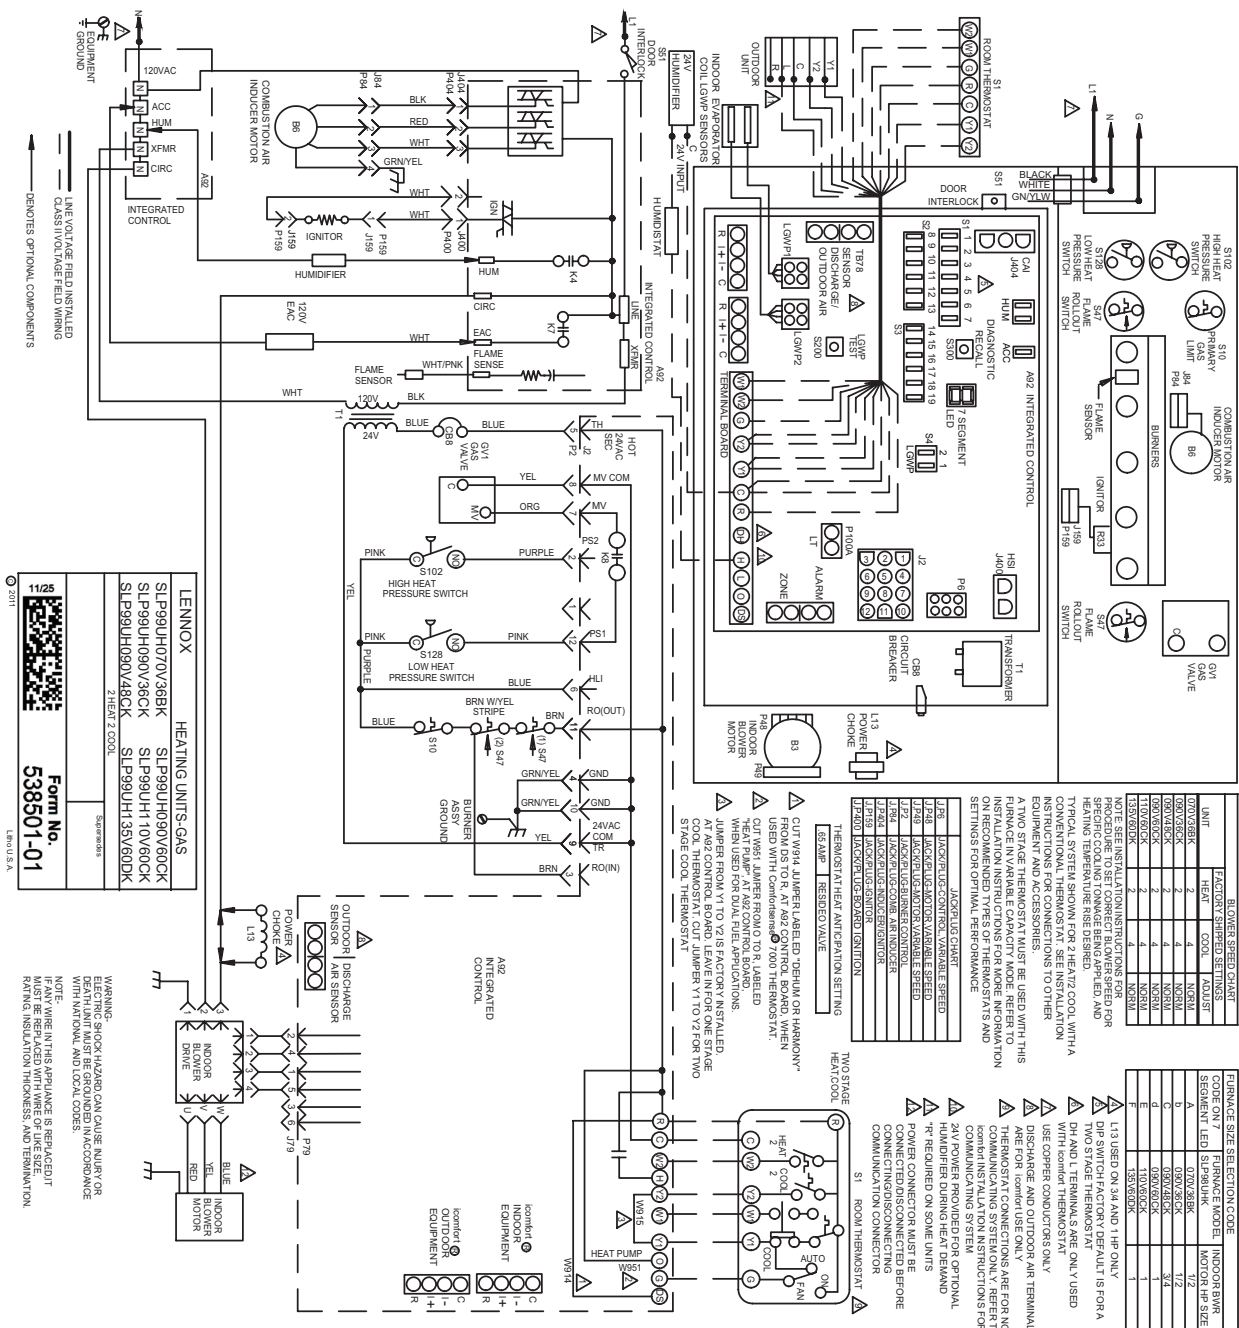

FIGURE 56
- 5 - Raccordez les câbles à l'équipement. Utilisez le diagramme de câblage de l'unité et le diagramme de câblage sur place illustrés aux FIGURES 56 et FIGURE 57 et au TABLEAU 15. Utilisez un fil de calibre 18 ou plus gros qui est approprié pour le branchement des thermostats de Classe II.